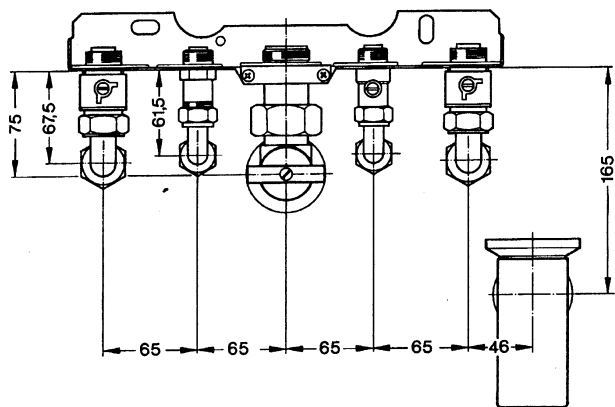

Рис. 8. Монтажная плата в собранном виде
- Вывинтить винт внизу с правой стороны ①, оба рычага отжать вниз ②, оболочку кожуха подвинуть вперед и поднять вверх ③.
- Установить монтажную плату, краны, газовый кран, присоединительную арматуру для холодной и горячей воды и сифонную воронку, рис. 8.